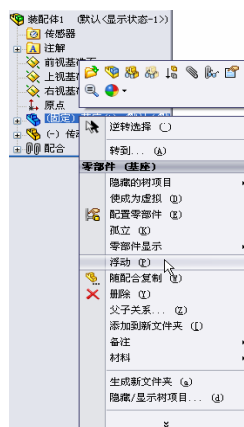

图 11-7 设置浮动的快捷菜单
(2) 系统默认第一个插入的零件是固定的，也可以将其设置为浮动，右键单击“FeatureManager 设计树”中的固定的文件，在弹出的快捷菜单中选择“浮动”选项，如图 11-7 所示。反之，也可以将其设置为固定状态。